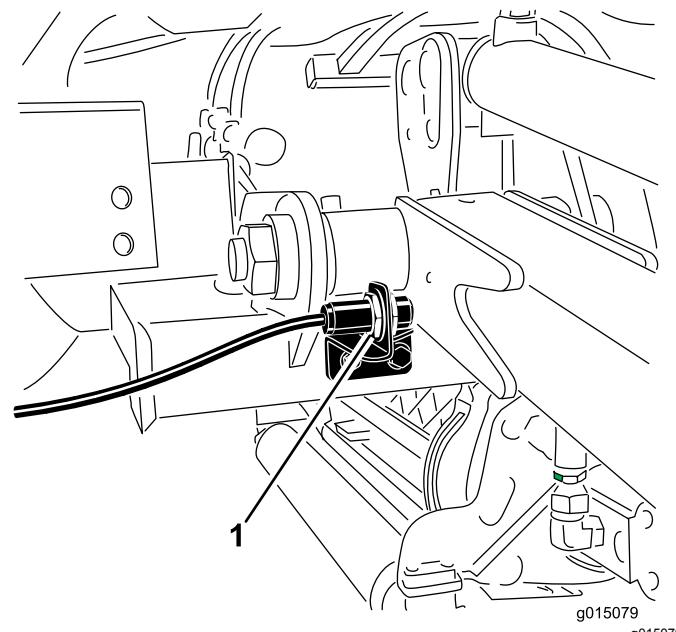

Figure 59
2. Le contacteur des bras de levage se trouve derrière le bras de levage avant droit (Figure 59).
- Desserrez les vis de fixation du contacteur (Figure 59) et montez le contacteur pour augmenter la hauteur du changement de direction des bras de levage ou abaissez-le pour réduire la hauteur du changement de direction.